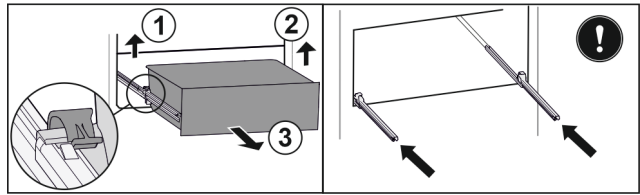

Fig. 70
- Linker klem optillen en gelijktijdig lade links naar voren trekken. Fig. 70 (1)
- Rechter klem optillen en gelijktijdig lade rechts naar voren trekken. Fig. 70 (2)
- Lade naar voren toe verwijderen. Fig. 70 (3)